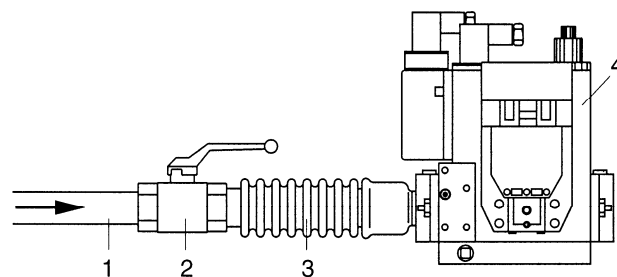

Abb. 2
Der Anschluss an die Gasleitung soll angemessen dimensioniert sein und dem vorgesehenen Anlagentyp entsprechen. Die „Gasrampe“ soll gemäß Abb. 2 ausgeführt sein: Die Gasleitung (1), der Absperrhahn (2) und die schwingungsdämpfende Kupplung (3) sind nicht im Lieferumfang des Warmluftgebers enthalten. Sie sind vom Installateur an die Gasventileinheit (4) anzuschließen, die mit dem Warmluftgeber mitgeliefert wird.
- Ein Manometer an den zustromseitigen Druckanschluss (4) der Ventileinheit anschließen (Abb. 2);